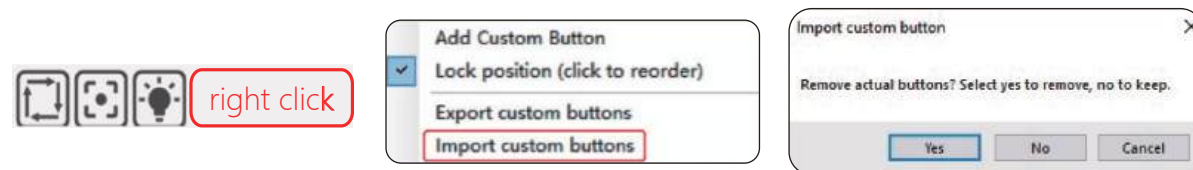

Figure 4 Importer des boutons personnalisés
- Ensuite, nous allons importer les boutons personnalisés dans LaserGRBL, ouvrez le programme LaserGRBL, faites un clic droit dans la zone vide à côté du bouton en bas (comme indiqué dans la figure 4), puis choisissez <Import custom button> et sélectionnez le fichier zip du bouton personnalisé téléchargé avant l'importation, continuez à cliquer sur Oui (Y) jusqu'à ce qu'il n'y ait plus de fenêtre contextuelle.